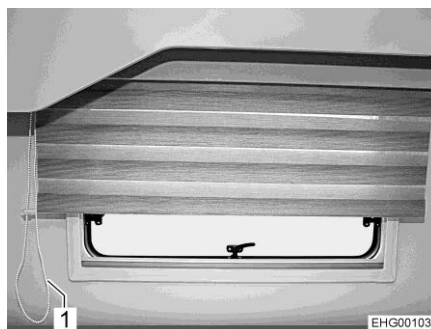

Bild 107 Variabel rullgardin i det bakre området
- Dra i snöret på kedjan (Bild 107,1) som stänger den variabla rullgardinen tills rullgardinen befinner sig i önskat läge.
- Dra i snöret på kedjan (Bild 107,1) som öppnar den variabla rullgardinen tills rullgardinen befinner sig i önskat läge.